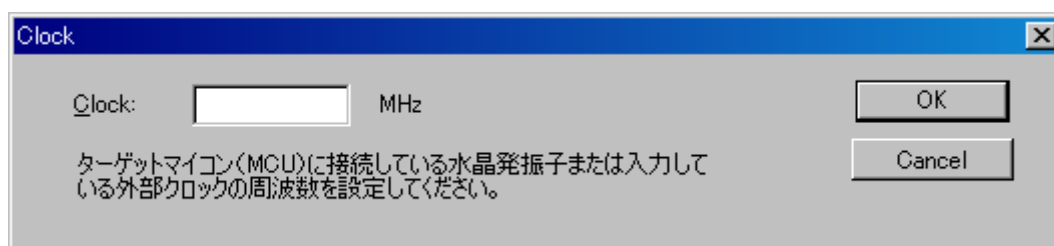

図 3.47 [Clock]ダイアログボックス
- (14) フラッシュメモリ内蔵デバイスを使用している場合は、図3.47の[Clock]ダイアログボックスが開きます。[Clock]ダイアログボックスではターゲットマイコン(MCU)に接続している水晶発振子または入力している外部クロックの周波数を設定してください。